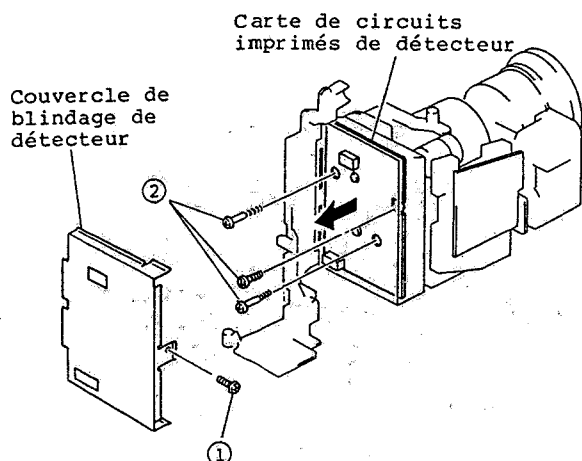

Fig. 2-16
1. Retirer une vis de fixation immobilisant le couvercle de blindage de détecteur. (Se reporter à la figure 2-16)
2. Retirer les trois (3) vis de fixation immobilisant la carte de circuits imprimés de détecteur.